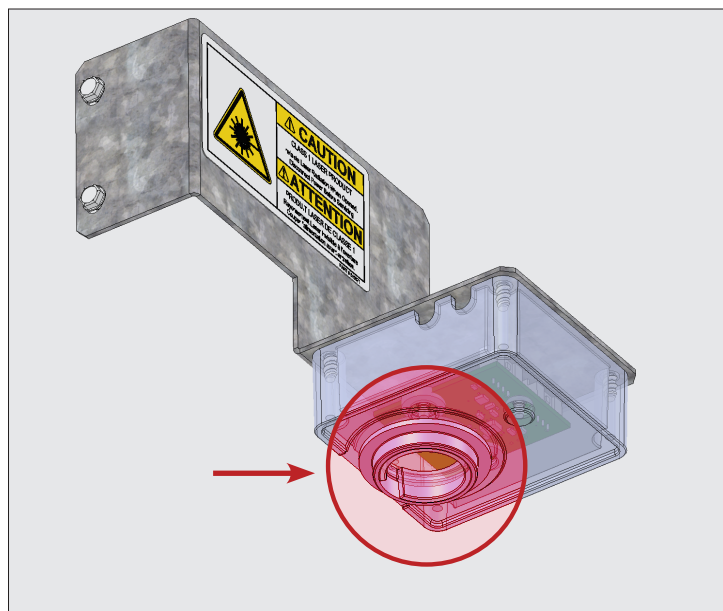

Рис. 2. Место установки линзы датчика уровня льда.
4. Извлечь узел и перевернуть его вверх дном, чтобы открыть линзу. См. рис. 2.